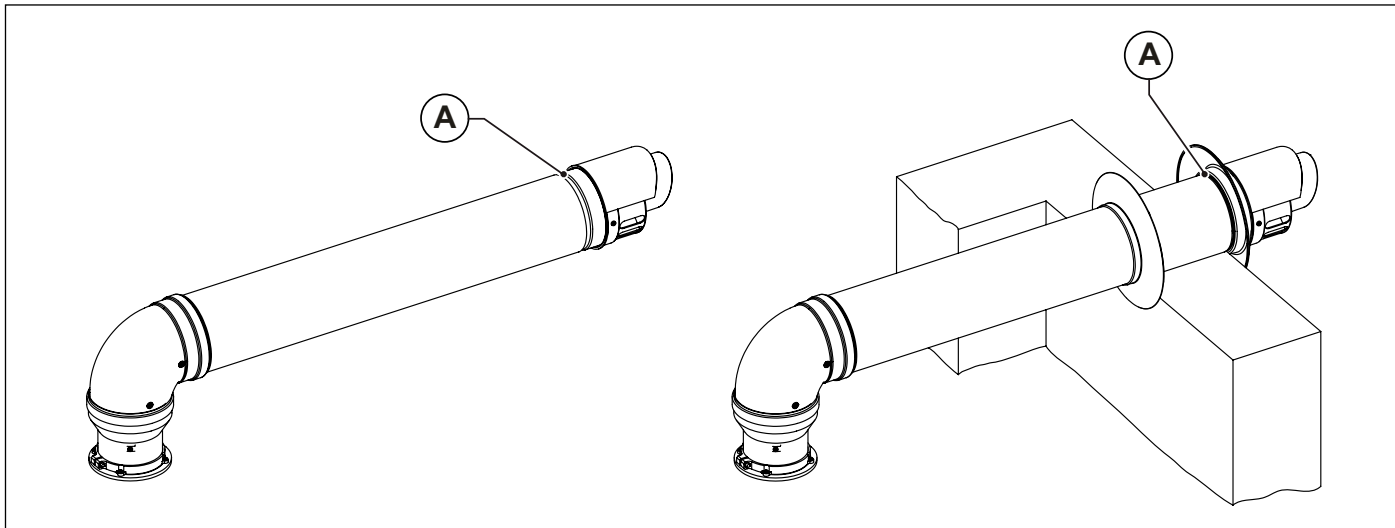

Fig. 13 Installazione terminali a parete
I terminali di aspirazione aria e scarico fumi, sdoppiati e coassiali, nella parte finale sono dotati di una gola (A) per il fissaggio del rosone esterno (vedi Fig. 13 Installazione terminali a parete).